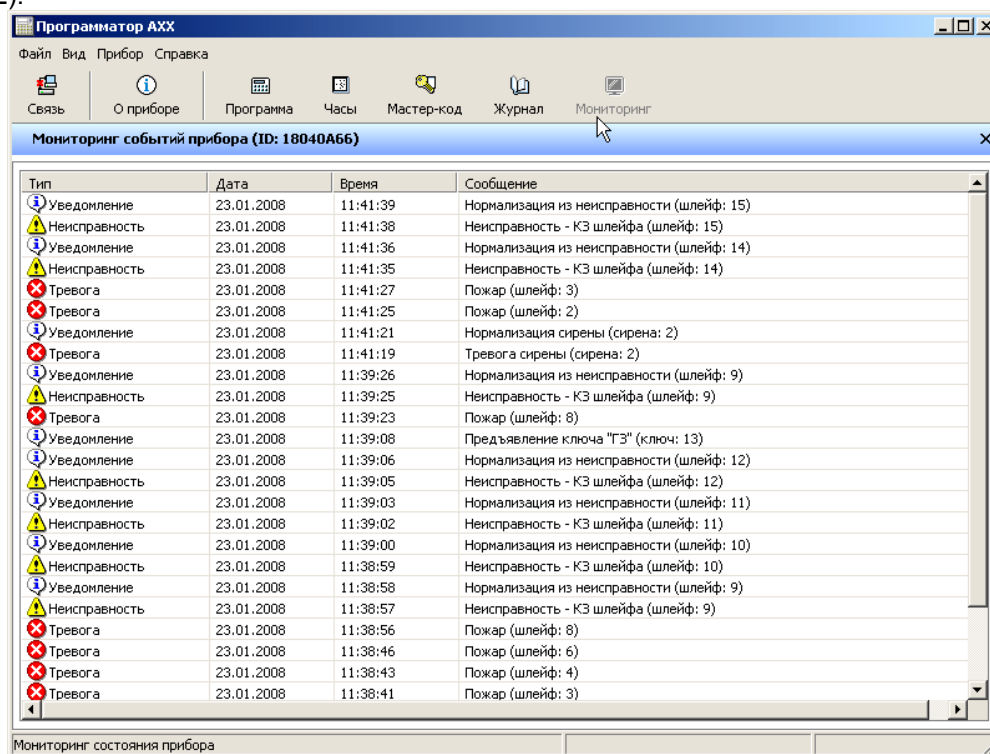

Рисунок 24 – Осуществление мониторинга программируемого прибора
**2.3.1.7 Сервисная иконка «Мониторинг».** Для контроля корректной работы программируемого устройства в режиме реального времени, необходимо кликнуть на иконку «Мониторинг», рисунок 24.